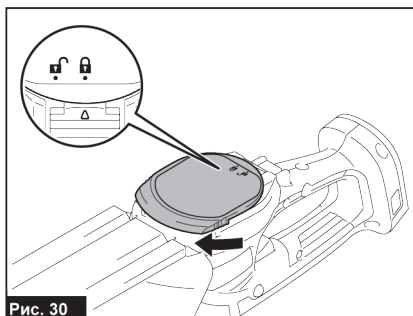

Рис. 30
9. Нажимая на нижнюю крышку, поворачивайте ее по часовой стрелке, пока значок на нижней крышке не будет совмещен с отметкой на рычаге блокировки (рис. 30).